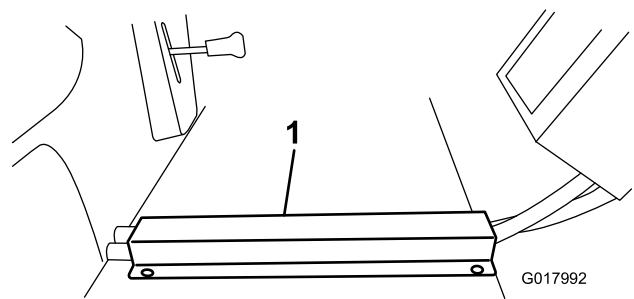

Figura 36
3. Coloque la canalización sobre las mangueras del panel de suelo, alineando el borde delantero con el borde delantero del panel de suelo. Marque y perforo taladros en el panel de suelo e introduzca los tornillos autorroscantes (Figura 36).